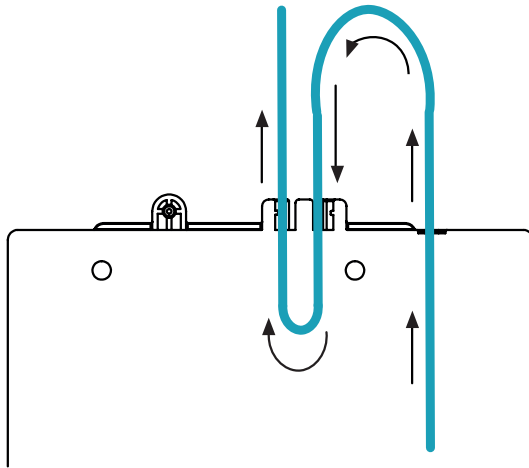

Abb. 12: Verlegen der Kabelschleufe
2. Vergewissern Sie sich, dass das Kabel richtig verlegt ist. Für ordnungsgemäße Funktion muss eine 10 cm lange Kabelschleufe verlegt werden. Verwenden Sie dazu die Kabelhalterungen an der Rückseite der Steuerungseinheit (Abb. 12).
HINWEIS Um Schäden am Produkt zu vermeiden, muss eine 10 cm lange Kabelschlaufe verlegt werden (Kapitel 6.3.2, Abb. 12).